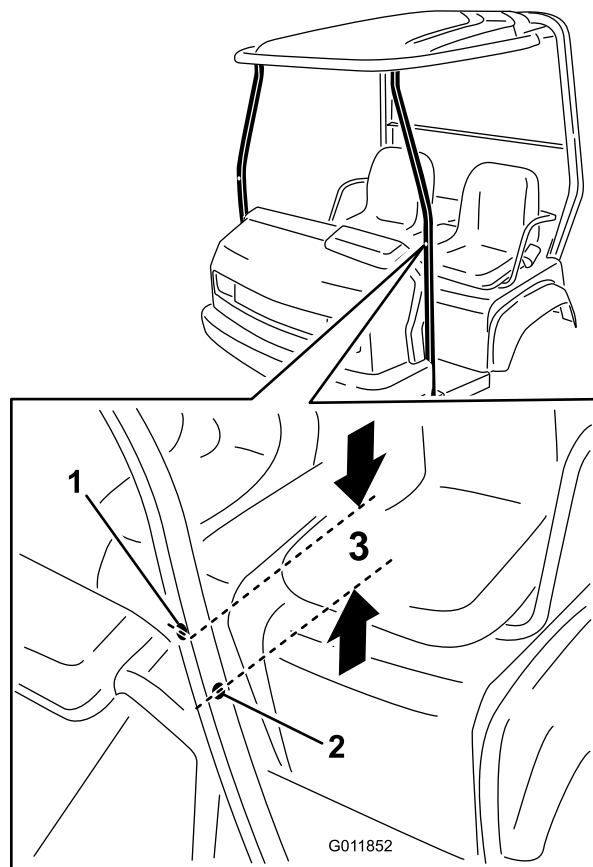

図 10
1. 前キャンピ支持チューブについている風防取り付け穴を探し出す 図 10。
2. ミラーを取り付ける側のチューブで、ウインドシールド取り付け穴から 25.4 mm 下の位置、チューブの中心線上にマークをつける 図 10。
3. 印をつけた場所にドリルで穴直径 8.3 mm を、チューブを貫通するように開ける 図 10。